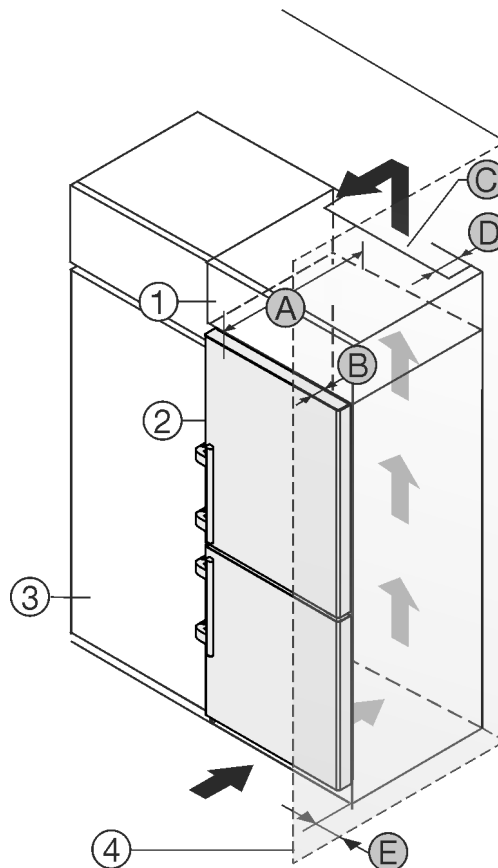

Fig. 2
- (1) Overskab *
- (2) Apparat *
- (3) Køkkenskab *
- (4) Væg *
- (A) Apparatdybde *
- (B) Dørens dybde *
- (C) Ventilationstværsnit *
- (D) Afstand, apparatets bagside *
- (E) Afstand til apparatets side *
Du kan opstille apparatet direkte ved siden af køkkenskabet *Fig. 2 (3)*.*
På bagsiden af overskabet skal der være en ventilationskanal med dybden *Fig. 2 (D)* over hele overskabets bredde.*
Ventilationstværsnittet *Fig. 2 (C)* under rummets loft skal overholdes.*
Hvis apparatet opstilles med hængslerne ved siden af en væg *Fig. 2 (4)*, skal afstanden mellem apparatet og væggen være mindst 57 mm. Dette svarer til det, som grebet rager frem, når døren er åben.*
For at døren kan åbnes helt, skal apparatet rage frem med dørens dybde *Fig. 2 (B)* i forhold til køkkenskabets forside. Apparatet kan rage mere ud afhængigt af køkkenskabenes *Fig. 2 (3)* dybde og anvendelsen af vægafstandsholdere.*